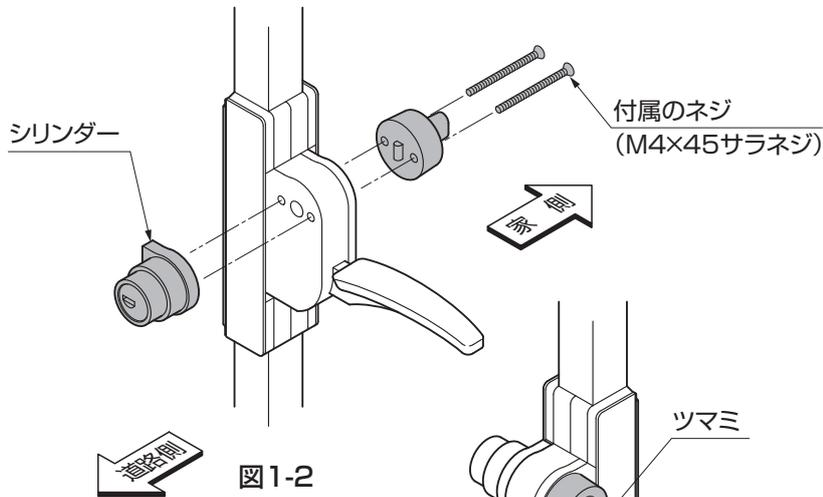

図1-2
①シリンダーを仮止めしているネジを外し、道路側にシリンダーがくるように外したネジで取付けてください。(図1-2参照)